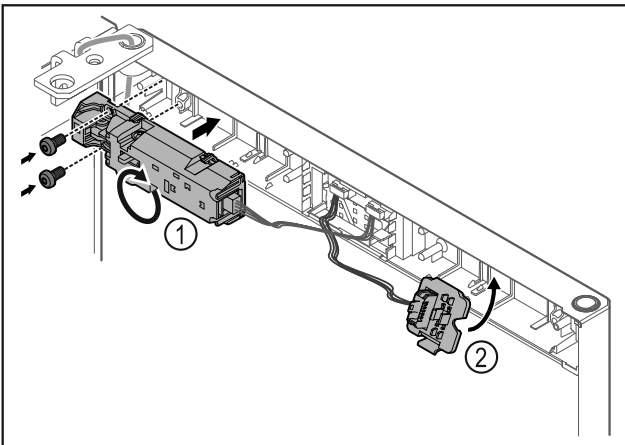

Fig. 20
- Ruotare la serratura a distanza Fig. 20 (1) di 180° e fissarla sul lato opposto.
- Innestare il supporto della spina Fig. 20 (2) sul lato opposto.*